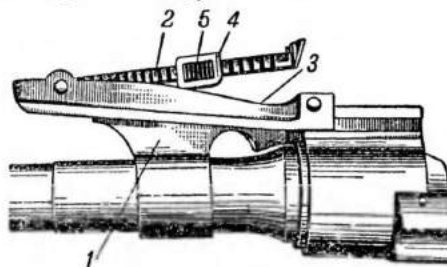

Рис. 10. Прицел:
11. Прицел (рис. 10) служит для придания винтовке соответствующих углов прицеливания. Он состоит из колодки прицела, прицельной планки, пружины прицельной планки, хомутика и защелки хомутика.